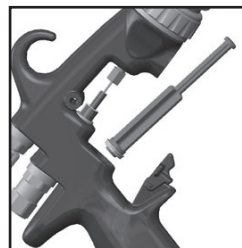

Fig. 33
7. Placer un joint arrière neuf sur l'outil d'entretien : les rainures doivent s'ajuster dans la forme de l'outil d'entretien. (Voir fig. 33)